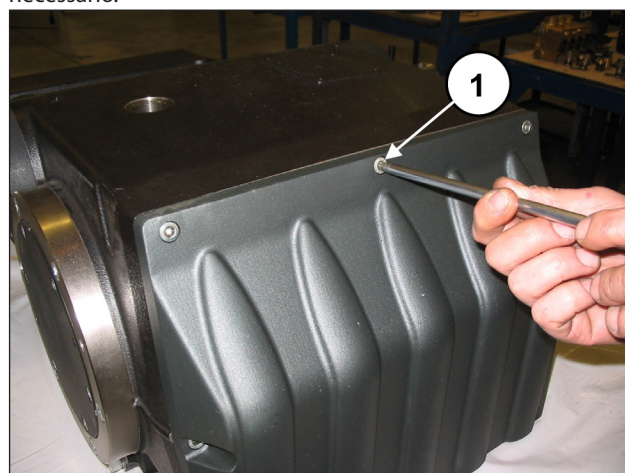

Fig. 10
Solte os parafusos de fixação da cobertura do cárter (pos. ①, Fig. 10) e remova-o. Retire o anel circular e substitua-o, se for necessário.